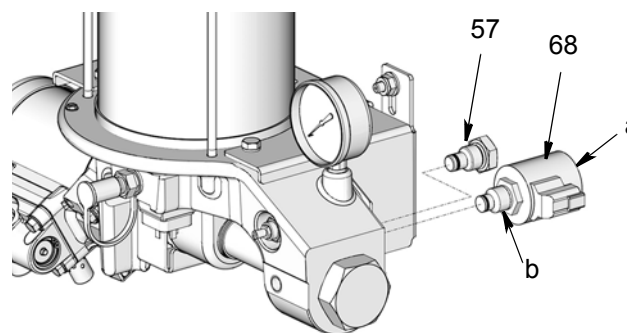

FIG. 5
3. Déposer la bougie (57) de la base de la pompe (2) (FIG. 5).
4. Monter la cartouche de vanne (68) sur la base de la pompe (FIG. 5). Serrer l'écrou de serpentín (a) à un couple de 4 à 5 ft-lbs (5,42 à 6,78 N•m). Serrer l'écrou de cartouche (b) à un couple de 16 à 20 ft-lbs (21,69 à 27,12 N•m).